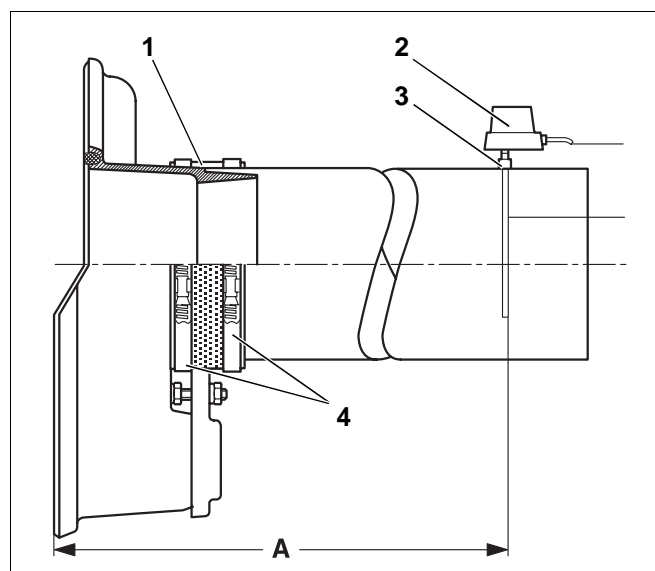

Рис. 33
i Мы рекомендуем использовать уплотнительную манжету трубы отходящего газа (рис. 33, поз. 1).
- Надеть хомуты (рис. 33, поз. 4) на уплотнительную манжету. Один хомут должен при этом зажимать патрубок коллектора отходящего газа, а второй - трубу отходящего газа.
- На расстоянии (A) от коллектора отходящего газа, равном двойному диаметру трубы отходящего газа, сварить муфту (рис. 33, поз. 3) в трубу отходящего газа.
- Установить датчик температуры отходящего газа (рис. 33, поз. 2) в соответствии с отдельной инструкцией по его монтажу.